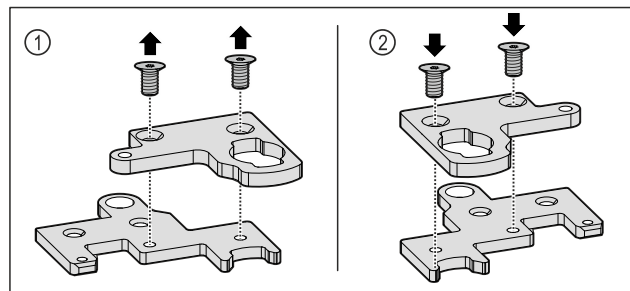

Fig. 34
- Tweedelinge scharnierbeugel uit elkaar halen. Fig. 34 (1)
- Tweedelinge scharnierbeugel 180° gedraaid weer samenvoegen. Fig. 34 (2)